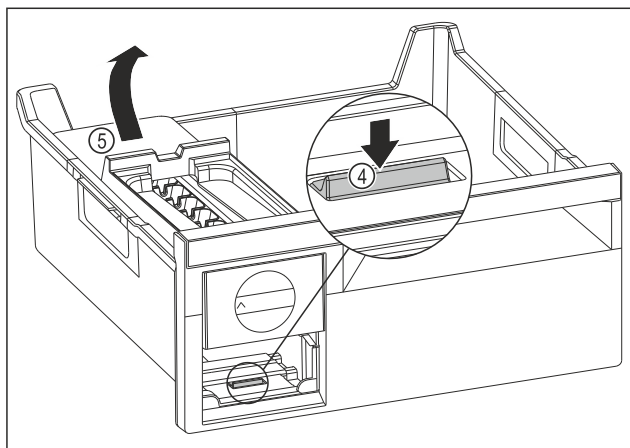

Fig. 131
- ▶ Wyjmowanie korpusu EasyTwist-Ice: Nacisnąć nakładkę Fig. 131 (4) palcem w dół i jednocześnie podnieść korpus EasyTwist-Ice Fig. 131 (5) od tyłu drugą ręką.